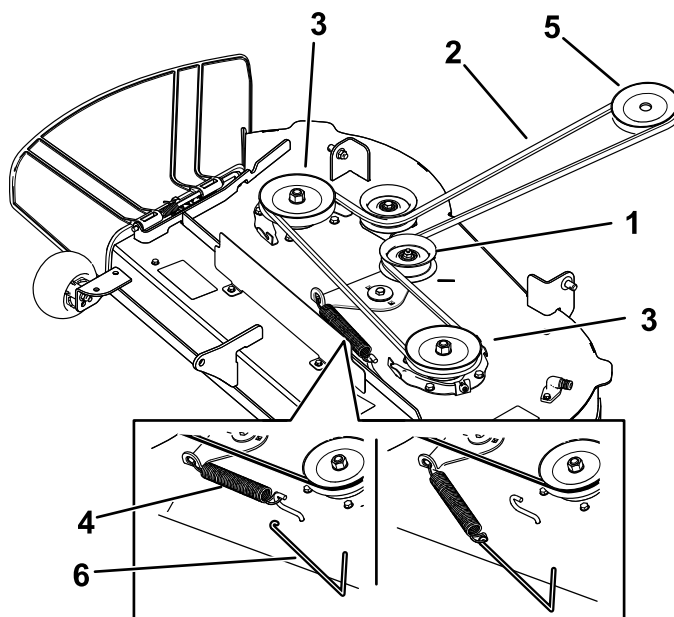
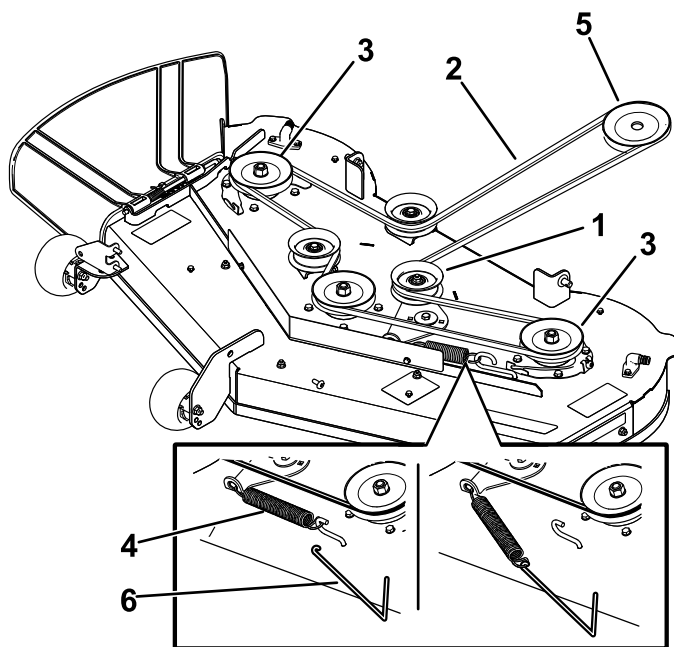

Figura 52
Figura 53
6. Usando una herramienta para la retirada de muelles (Pieza Toro N° 92-5771), retire el muelle tensor del gancho de la carcasa para eliminar la tensión de la polea tensora, y retire la correa de las poleas (Figura 52 o Figura 53).
7. Enrute la correa nueva alrededor de las poleas del motor y del cortacésped (Figura 52 o Figura 53).
8. Usando una herramienta para la retirada de muelles (Pieza Toro N° 92-5771), instale el muelle tensor sobre el gancho de la carcasa y tense la polea tensora y la correa (Figura 52 o Figura 53).